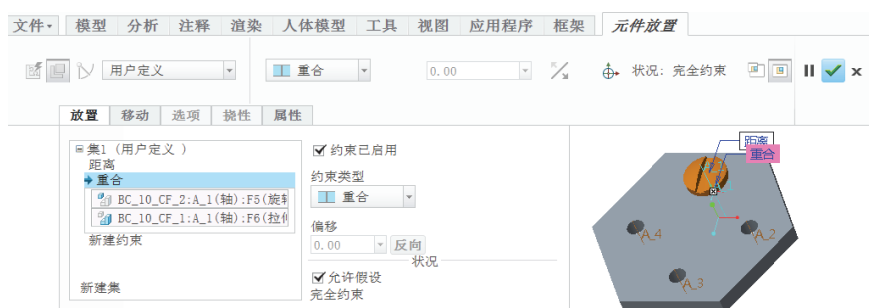

图 10-79 安装基准元件
5) 在“元件放置”选项卡中打开“放置”面板，单击“新建约束”选项，选择新约束类型为“重合”，然后选择装配组件中的“A_1”轴。选择该元件的“A_1”轴如图 10-79 所示。